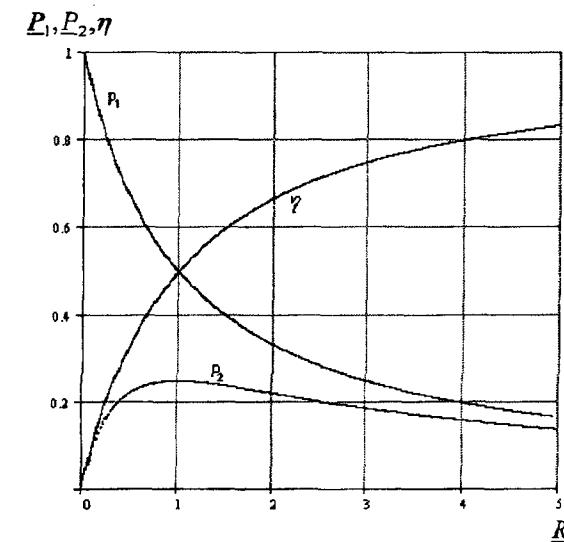

Рис. 3.9
**До контрольних запитань та завдань п.1.** Залежності потужності і коефіцієнта корисної дії джерела, а також залежність споживаної потужності від опору споживача у відносних одиницях:  $P_1 = f(R)$ ,  $\eta = f(R)$  та  $P_2 = f(R)$  ( $P_1 = P/P_k$ ,  $P_2 = P_2/P_k$ ,  $R = R/R_k$ , де  $P_k$  – потужність режиму короткого замикання,  $R=0$ ) показані на рис. 3.9.